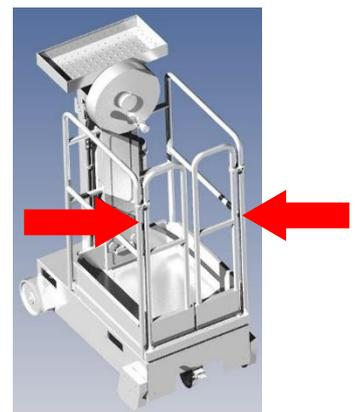

Abb. 1
Abbildungen (z. B. Abb. 1) und Tabellen (z. B. Tab. 1) sind im gesamten Dokument fortlaufend nummeriert.
3. Fassen Sie die Maschine auf der Schwenkradseite an den Korbprofilen, wie in Abb. 1 zu sehen ist.